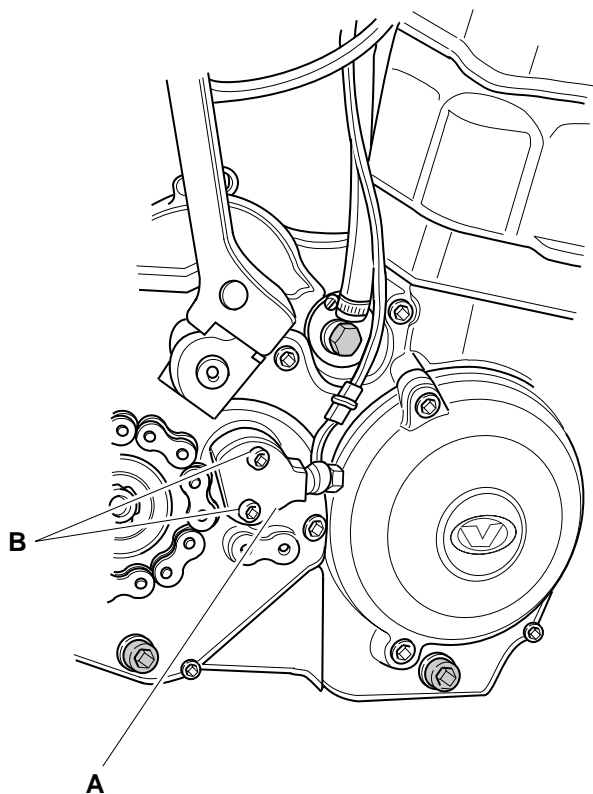

Fig.45
1. Smontare la piastra "A" (Fig.45) del comando idraulico della frizione svitando le 2 viti "B" di fissaggio.
1. Remove the plate "A" (Fig. 45) of the clutch hydraulic command and remove the 2 screws " B".
1. Platte "A" (Abb.45) des hydraulischen Antriebs der Kupplung nach Ausdrehen der 2 Schrauben "B" abnehmen.
1. Démontez la plaque "A" (fig.45) du commande hydraulique de l'embrayage en dévissant les 2 vis "B".